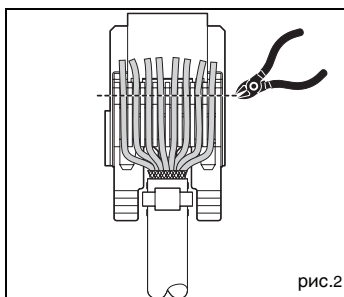
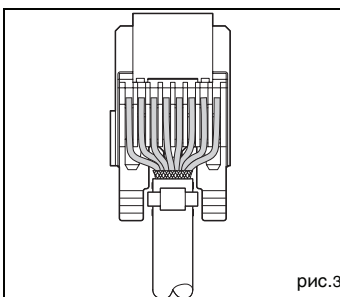

рис.2
рис.3
- Fixer le câble à la décharge de traction à l'aide de l'attache-câble fourni ② (fig. 1 et fig. 2).
- Disposer les fils et les poser dans le serre-fil conformément au brochage indiqué dans le tableau 1. Raccourcir les fils directement après le serre-fil à l'aide d'une pince coupante. (fig. 2 et fig. 3)
- Secure the cable on the strain relief with the enclosed cable binder ② (Fig. 1 and Fig 2.).
- Position the cores and put them in the clamping part according to the pin assignment in table 1. Trim the conductors with a diagonal cutter directly after the clamping part. (Fig. 2 and Fig. 3)
- Ordnen Sie die Adern und legen Sie diese in den Klemmkörper gemäß der Anschlussbelegung in Tabelle 1. Kürzen Sie mit einem Seitenschneider die Adern direkt hinter dem Klemmkörper. (Abb.2 und Abb. 3)
Abb./Fig.2
Abb./Fig.3
- Упорядочить проводники и расположить их в корпусе клеммного модуля в соответствии с назначением выводов согласно таблице 1. Проводники укоротить при помощи боковых срезов непосредственно за корпусом клеммного модуля. (рис. 2 и рис.3)